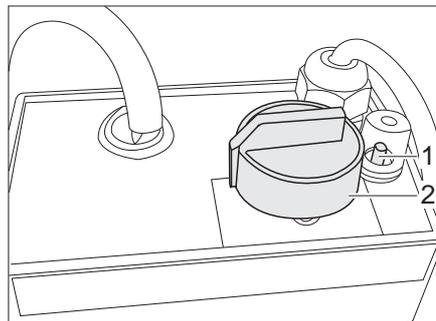

Bild 220 Regler für elektrische Fußbodenerwärmung
- Den Drehregler (Bild 220,2) auf die gewünschte Heizstufe drehen.
- Den Drehregler (Bild 220,2) auf Stellung "0" drehen.
Wenn der Regler überlastet wird, spricht der Überlastungsschutz an. Der Stift (Bild 220,1) springt heraus.
- Den Stift (Bild 220,1) am Überlastungsschutz eindrücken, wenn der Regler abgekühlt ist.